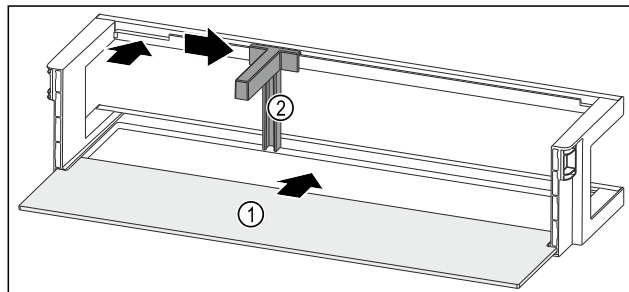

Fig. 53 Ajtópolc tárolólappal
- ▶ Tolja be a tárolólapot Fig. 53 (1) az oldalsó mélyedésekbe.
- ▶ Helyezze be a palacktartót Fig. 53 (2) a mélyedésbe.
- ▶ Tolja oldalra a kívánt pozícióba a palacktartót Fig. 53 (2).